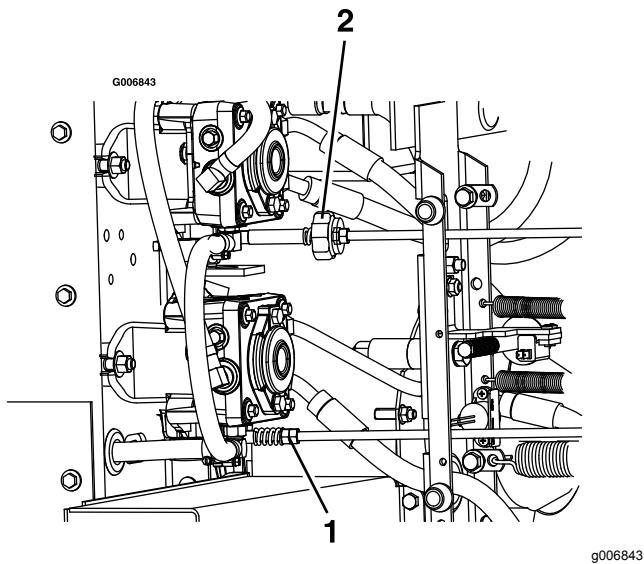

Figure 54
9. Pour obtenir la position POINT MORT, réglez les tringles de commande de pompe droite et gauche qui relient la commande de direction aux bras de commande de pompe jusqu'à ce que les roues s'arrêtent de tourner ou tournent légèrement en sens inverse (Figure 54).
11. Réglez la tringle de pompe droite en utilisant une clé pour tourner les doubles écrous sur l'ensemble (Figure 54).